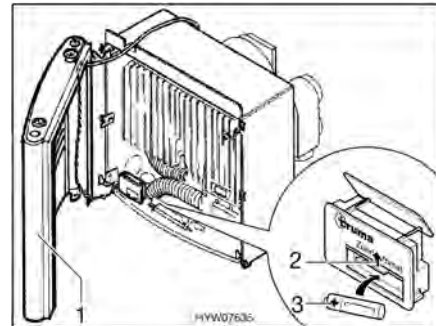

Bild 116 Värmeaggregat öppet
- Ställ ut höljet (Bild 116,1) åt sidan så att anslutningskablar för varmluftsfläkten och kontrollampa för tändning inte behöver kopplas bort.
- Skjut upp batterifackets skyddslock på automattändningen (Bild 116,2).
- Sätt in ett nytt batteri (Bild 116,3) i automattändningens batterifack, använd samma typ av batteri och se till att polerna (+/-) kommer rätt. Använd endast temperaturbeständiga (+70 °C) mignon-batterier, som inte kan läcka.